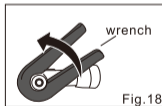

Fig.18
- 2) Skru hoveddækslet af med den medfølgende skruenøgle, og drej nøglen mod uret for at løsne dækslet, fjern dækslet. Fjern cylinderampullen (fig. 18).